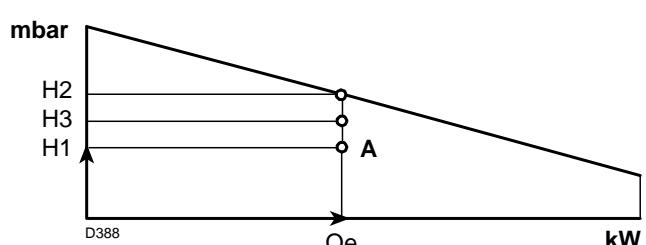

图 4
- 4 从点 A (图 4) 处垂直画一条线，找到出力范围内的最大压力“H2”。
- 如果 $H3$ 大于 $H1$ (图 4)，则燃烧器能提供所需出力。